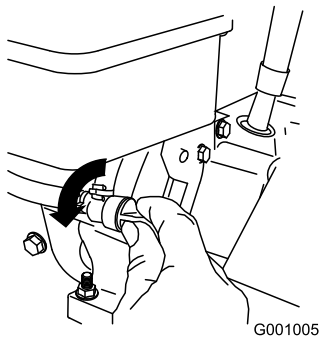

Figure 26
3. Tournez le robinet de carburant dans le sens anti-horaire pour l'ouvrir (Figure 26).